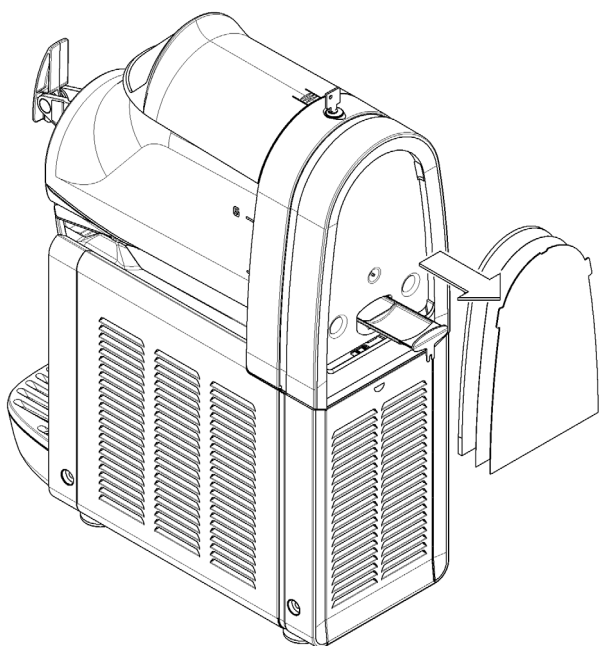

figura 15
**2** Rimuovere eventuali tracce di prodotto trafilato all'interno dell'evaporatore estraendo l'apposito cassetto come indicato (vedere figura 15).